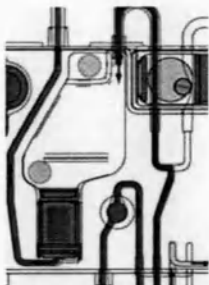

Рисунок 7-6: Уровень жидкости в резервуаре на уровне фильтра резервуара (на рисунке показан комплект для обмена)
- 5 Когда уровень жидкости в резервуаре опустится до уровня фильтра резервуара (рис. 7-6), зажмите линию возврата и перестаньте сжимать вентиляционный пакет.